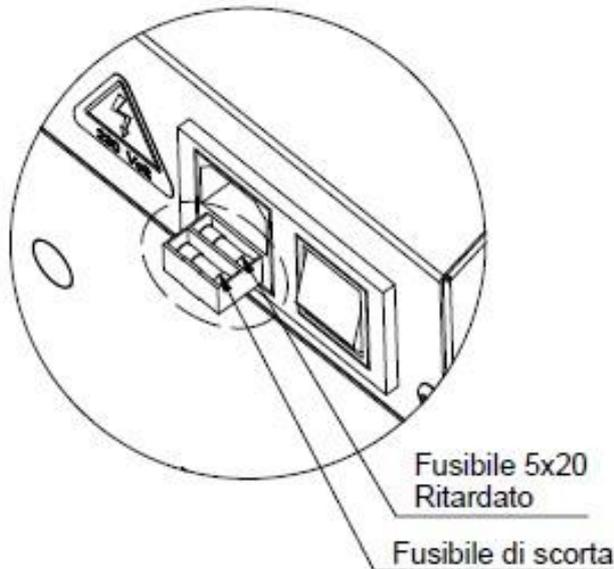

Abb. 8
- Die Heißsiegelung kann nicht erfolgen, bevor die Siegelplatte die eingestellte Temperatur erreicht hat (LED Pos.3 eingeschaltet Abb.8). Die Maschine führt den Zyklus nicht aus.
- Wenn der Zyklus durch einen anomalen Zustand unterbrochen wird, wird die LED „Alarm“ aktiviert (LED Pos.4 Abb. 8). Drücken Sie die Reset-Taste (Pos.10 Abb.8), um die Maschine wieder in den normalen Betriebszustand zu versetzen.